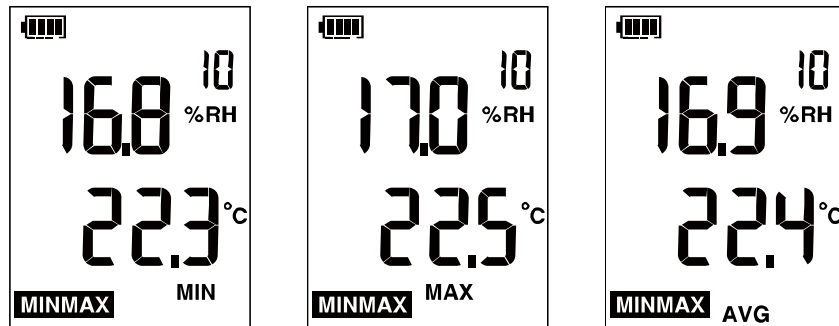

图 6. 最小/最大/平均温度
- 最大温度，同时显示湿球温度标识 **MAX**。如 图 6 中左图所示。
- 最小温度，同时显示露点温度标识 **MIN**。如 图 6 中右图所示。
- 平均温度，同时显示露点温度标识 **AVG**。如 图 6 中右图所示。